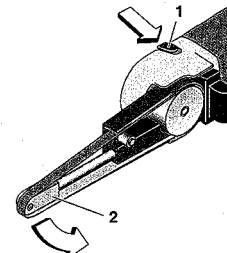

Fig. 6
2. Rastknopf **1** (Fig. 6) eindrücken und dabei den Schleifkopf (2) auf den gewünschten Winkel einstellen.
2. Press retaining knob 1 (Fig. 6) in and adjust the grinding head (2) to the desired angle.